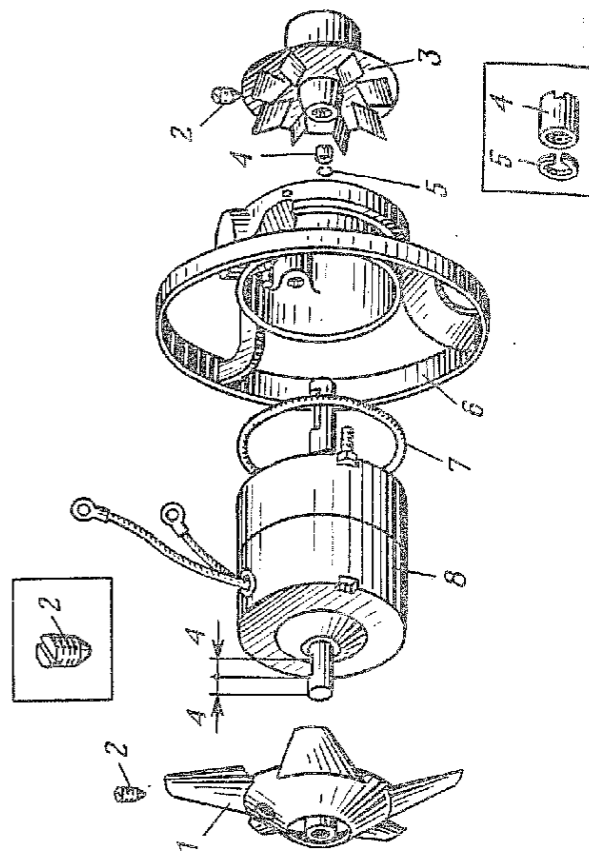

Рис. 111. Электродвигатель с нагревателем и вентилятором:
1.18. Вывернуть на один-два оборота стопорный винт 2 (рис. 111) крепления вентилятора и снять с вала электродвигателя вентилятор 1 (отвертка 150×0,5).
3.2. Установить на фланец 6 (рис. 111) электродвигатель 8, предварительно надев на его корпус уплотнитель 7, и закрепить электродвигатель специальными гайками 4 с пружинными шайбами 5 (отвертка 150×0,5).
Перед установкой нового электродвигателя следует проверить конец его вала под вентилятор: на нем должен быть паз под стопорный винт. Если паз отсутствует, то пропилить его, как показано на рис. 111, выдержав размеры: от конца вала до начала паза — 4 мм, длина паза — 4 мм, глубина — 0,9—1,0 мм.